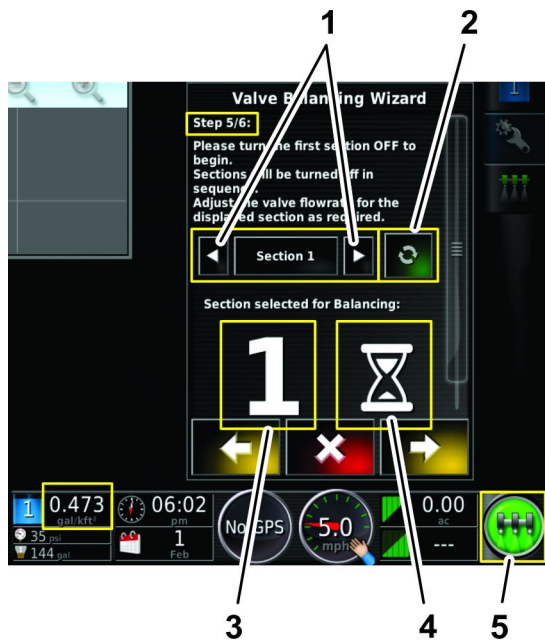

Рисунок 144
- Подождите, пока программное обеспечение GeoLink обработает операцию расхода (Рисунок 144).